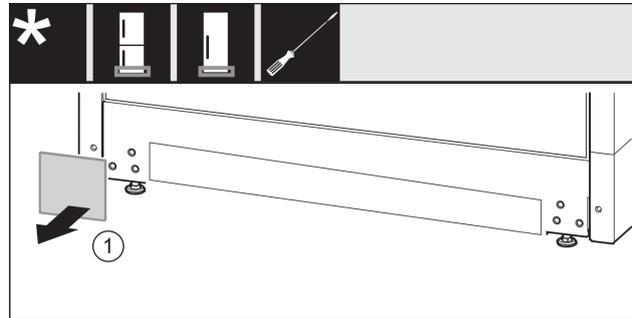

Fig. 24
- ▶ Abdeckung abnehmen. Fig. 24 (1)